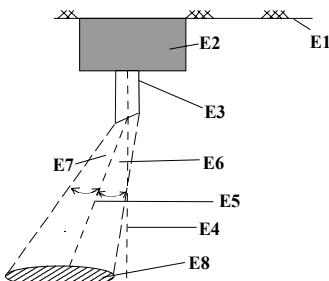

Bild 6: Erfassungskegel bei schräger Lichteintrittsfläche
- Der weiß lackierte Lichtleitstab mit schräger Lichteintritts- fläche und dem im Bild 6 gezeigten Erfassungskegel sollte nur dann verwendet werden, wenn der Fühler nicht direkt oberhalb, sondern nur seitlich versetzt über der Fläche montiert werden kann, deren Helligkeit er messen soll.